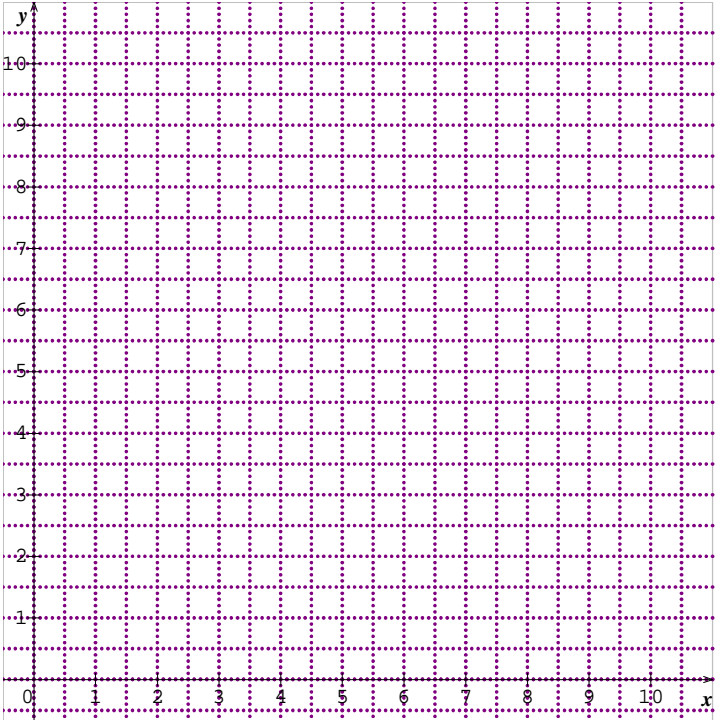

Figure 9
3) Tracer la courbe $E = f(I_{ex})$ sur la figure 9.